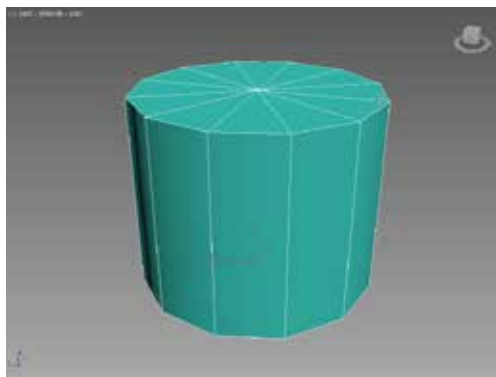

图 2-86 设置高度
STEP 02 释放鼠标左键，然后向上移动鼠标，设置切角圆柱体高度，如图 2-86 所示。